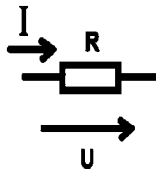

Рис. 1.41. Схема к контрольному вопросу 2
2. Если сопротивление  $R$  и напряжение  $U$  увеличить в два раза, то что произойдет с током  $I$  (рис. 1.41)?